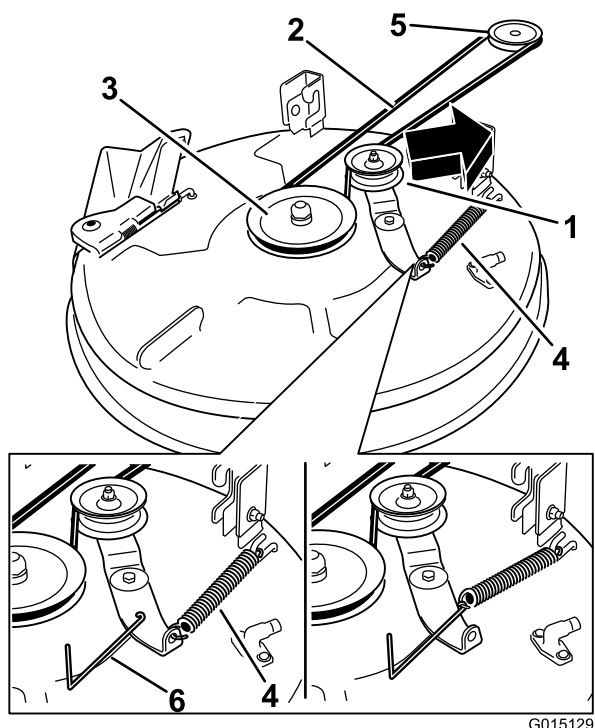

Figura 58
4. Servendovi di un attrezzo per la rimozione delle molle (n. cat. Toro 92-5771), sganciate la molla di rinvio dal gancio del piatto di taglio per eliminare la tensione dalla puleggia e togliete la cinghia dalle pulegge (Figura 58).
5. Montate la nuova cinghia attorno alla puleggia del motore e a quelle del tosaerba (Figura 58).
6. Servendovi di un attrezzo per la rimozione delle molle (n. cat. Toro 92-5771), agganciate la molla di rinvio al gancio del piatto di taglio per mettere in tensione la puleggia tendicinghia e la cinghia (Figura 58).